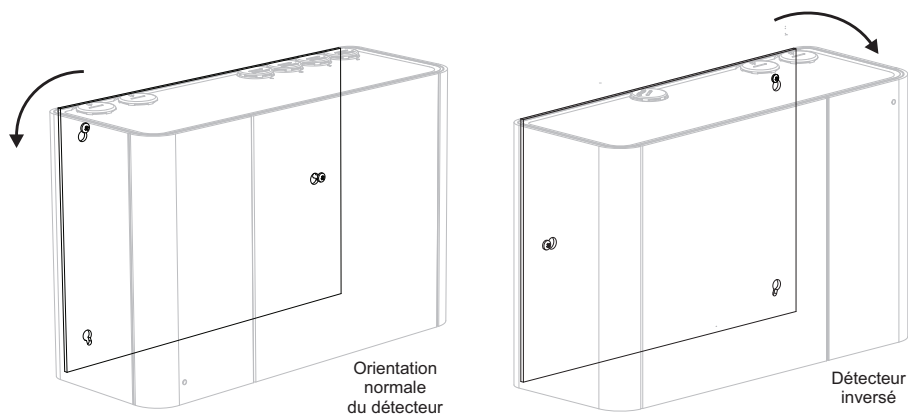

Figure 4-25: Faire tourner le détecteur
- Faites tourner le détecteur dans le sens inverse des aiguilles d'une montre (ou dans le sens des aiguilles d'une montre pour un détecteur inversé) pour le verrouiller sur la vis (Figure 4-25).